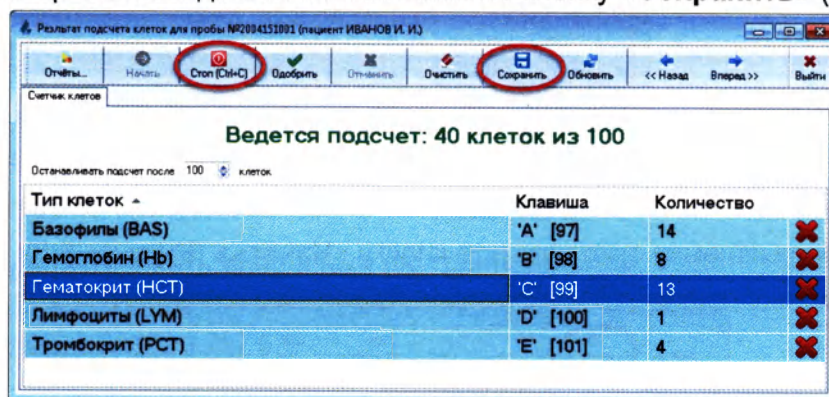

Рисунок 5.11
5. После завершения подсчета клеток нажмите кнопку «Сохранить» (Рисунок 5.11):